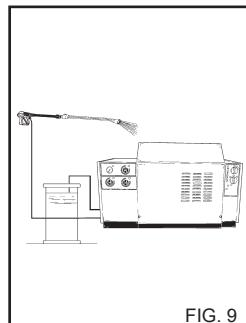

FIG. 9
3) Na het gebruik van het schoonmaakmiddel het aanzuigcircuit spoelen; de aanzuigslang (Fig. 9) van het wasmiddel in een tank met schoon water doen en de pomp 1 min. laten draaien met de doseerkraan geheel open. Herhaal de handeling, eerst met de keuzeschakelaar van het reinigingsproduct in de stand "1" en vervolgens in de stand "2".
5) Na het gebruik met het wasmiddel het aanzuigingscircuit spoelen; de aanzuigslang (fig. 9) van het wasmiddel in een tank met schoon water onderdompelen en de pomp 1 min. laten draaien, waarbij de doseerkraan volledig open en de spuit op de spuitstand moet staan.